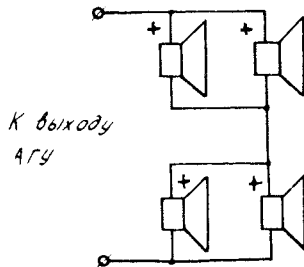

Рис. 3.
2. К выходу усилителя мощности подсоедините головки в соответствии с рекомендуемой схемой (рис. 3).